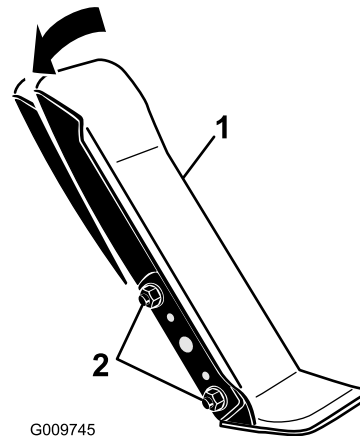

Figura 116
1. Afloje las dos tuercas y pernos que fijan el lado izquierdo del pedal de tracción al soporte (Figura 116).
2. Ajuste el pedal al ángulo deseado y apriete las tuercas (Figura 116).